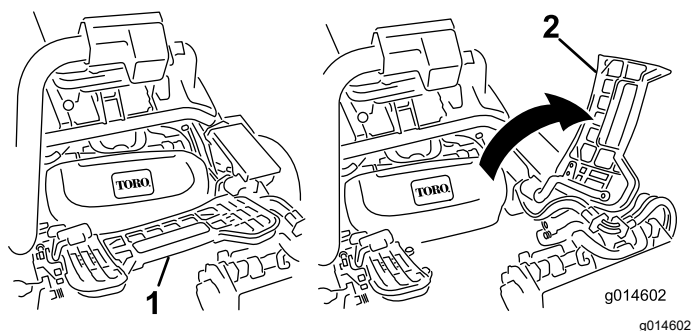

図 60
2. フットレストを跳ね上げて開き、中央カッティングユニット取り付け位置へのアクセスを確保する **図 60**。